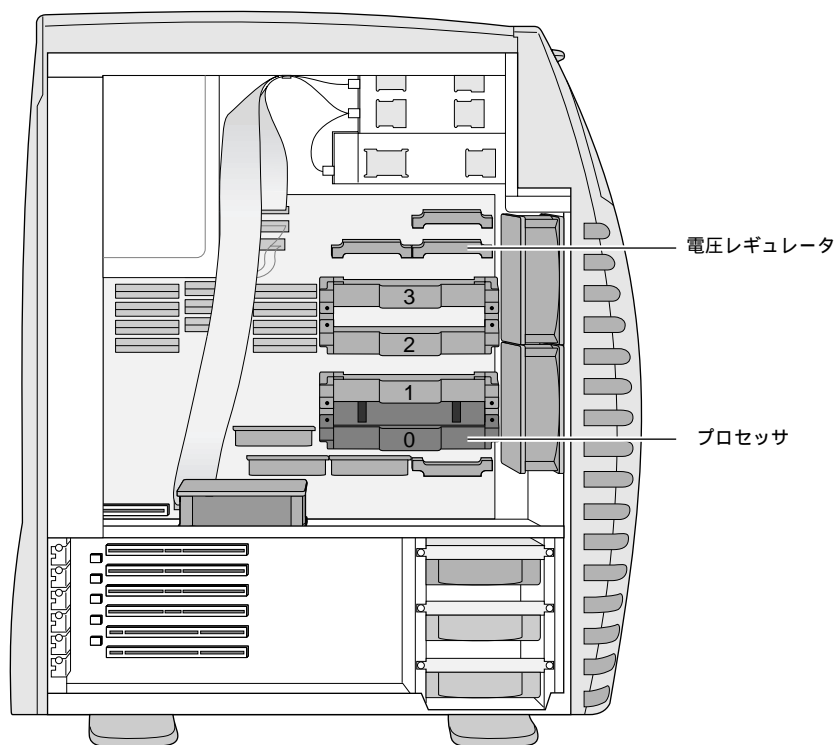

図 6-2 プロセッサと電圧レギュレータの位置
6. 交換または取り付けを行うプロセッサ、ターミネータカード、および電圧レギュレータを確認します (図 6-2)。プロセッサと電圧レギュレータの組み合わせについては、図 6-1 を参照してください。